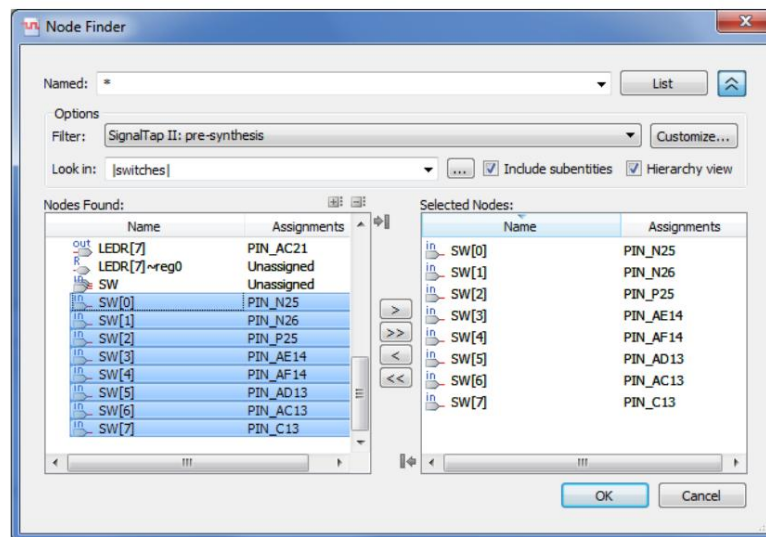

Figure 8. Ajout de nœuds dans la fenêtre Node Finder sur une carte de la série DE.
3. Nous devons maintenant ajouter les nœuds du projet à sonder. Dans l'onglet Configuration de la fenêtre SignalTap II, double-cliquez sur la zone « Double-cliquez pour ajouter des nœuds » pour ouvrir la fenêtre de recherche de nœuds, comme illustré à la figure 8. Cliquez sur  pour afficher plus d'options de recherche. Dans le champ Filtre, sélectionnez SignalTap II : pré-synthèse et, dans le champ Rechercher dans, sélectionnez [switches]. Cliquez sur Liste. Tous les nœuds du projet pouvant être sondés s'affichent. Sélectionnez SW[0] à SW[7], puis cliquez sur le bouton > pour ajouter les commutateurs à sonder. Cliquez ensuite sur OK.